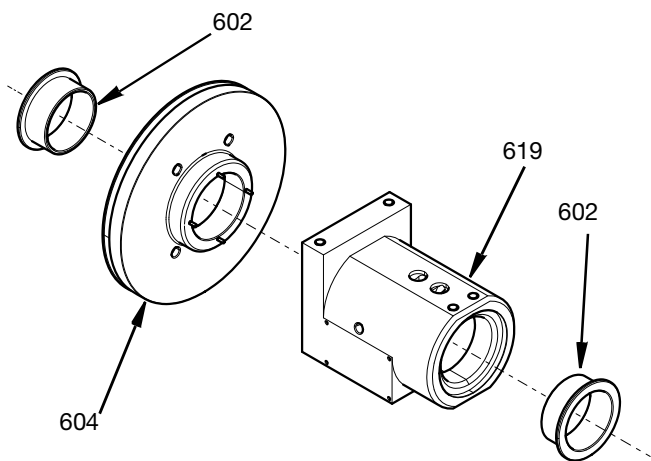

FIG. 21
1. Aplique un lubricante ligero en todas las juntas y juntas tóricas antes de fijarlas a las piezas internas del alojamiento de pieza giratoria. Inserte los cojinetes de brida (602) en el alojamiento de la pieza giratoria (619) y el alojamiento del cojinete (604). Consulte la FIG. 21.